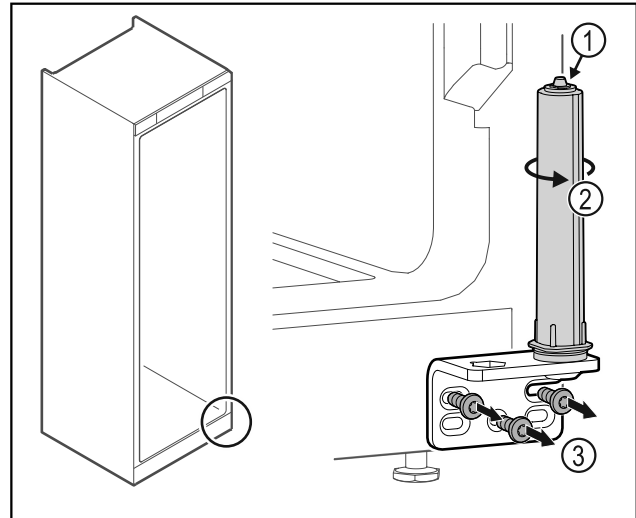

Fig. 32
- ▶ Ne razstavite sistema za zaklepanje vrat Fig. 32 (1).
- ▶ Obrčajte zaporni sistem Fig. 32 (2), dokler ne klikne.
- ▶ Odvijte kotnik tečaja vrat Fig. 32 (3).